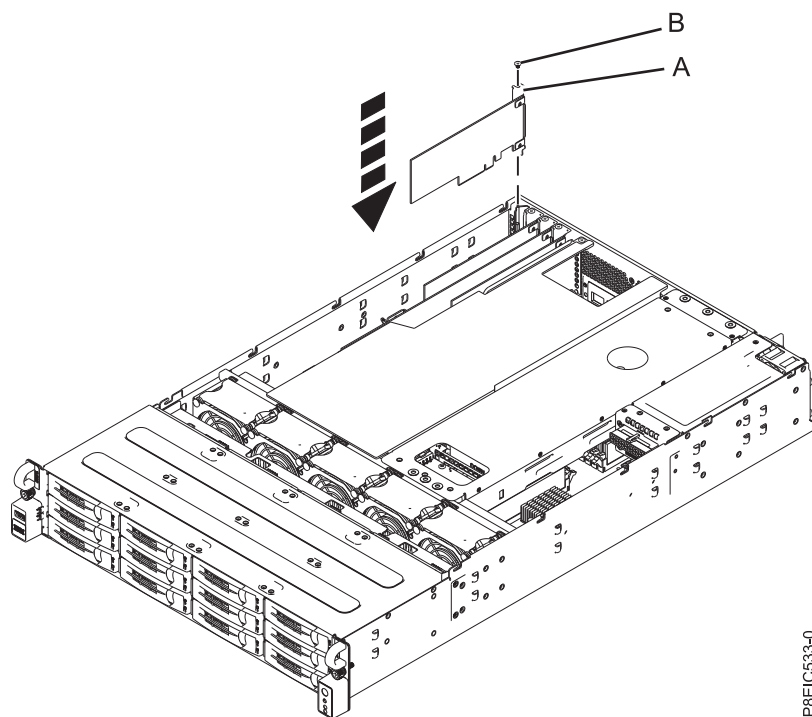

図 38. スーパーキャパシター・モジュール・カード (A) とねじ (B) の取り替え
- b. 保持ねじ **(B)** を挿入し、ねじを締めて、スーパーキャパシター・モジュール・カードをシステムに固定します (65 ページの図 38 を参照)。